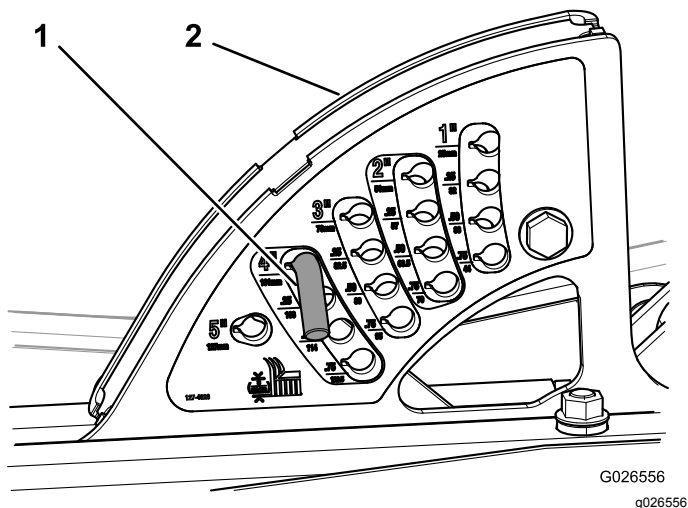

Figura 41
1. Instale o pino da altura de corte no suporte da altura de corte, à altura pretendida (Figura 41).